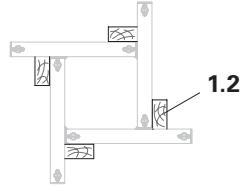

Fig. B1.01
1. Fissare con tasselli le tavole di battuta (1.2) sul piano in calcestruzzo. (Fig. B1.01)
2. Spingere i profili a smusso triangolare LICO (4) sui telai.